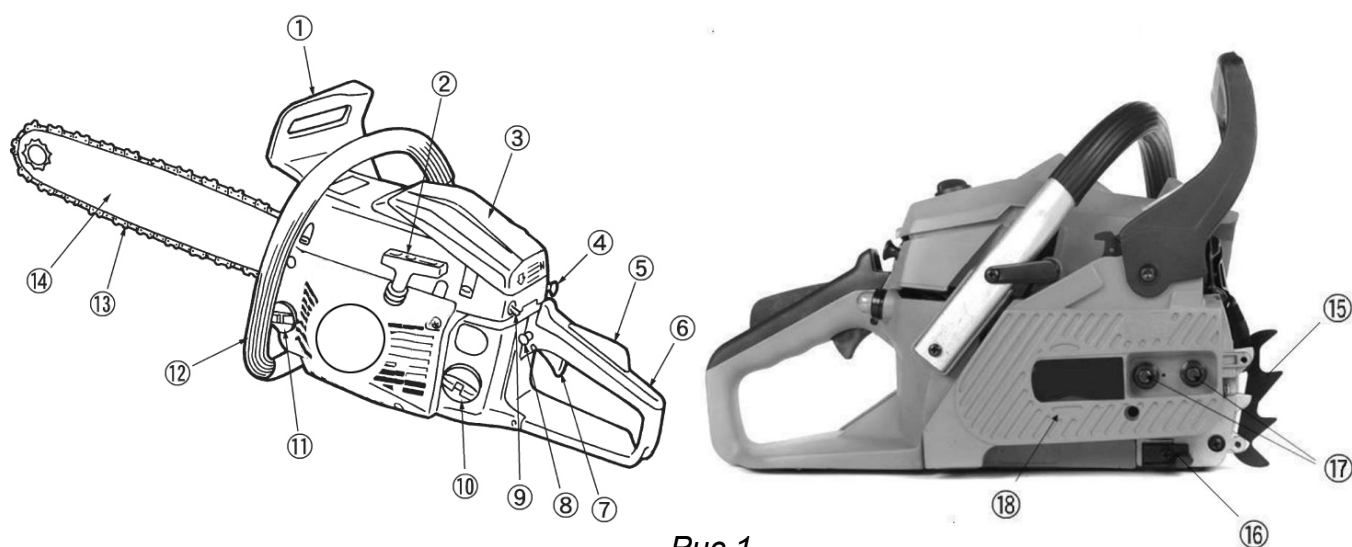

Рис. 1
### Ручка тормоза цепи (1) (см. Рис.1)
Для безопасности, цепная пила оснащена тормозом цепи (1) (см. Рис.1). Тормоз цепи включается автоматически в случае резкого, сильного отскока, который вызывается прикосновением конца пилы к древесине во время работы. Тормоз цепи служит для блокировки пильной цепи перед стартом, и для ее моментальной остановки в экстренных случаях.
### **Выключатель зажигания двигателя (9) (см. Рис.1)**
### **Рычаг блокировки газа (5) (см. Рис.1)**
Предотвращает случайное включение двигателя (приведение пильной цепи в движение). Рычаг газа (7) не может быть нажат, если не нажат рычаг блокировки газа (5) (см. Рис.1).
### **Задняя ручка (6) (см. Рис.1)**
### **Кнопка фиксации рычага газа (8) (см. Рис.1)**
### **Пильная цепь, снижающая риск отскока (13) (см. Рис.1)**
### **Зубчатый упор (15) (см. Рис.1)**
### **Цепеуловитель (16) (см. Рис.1)**